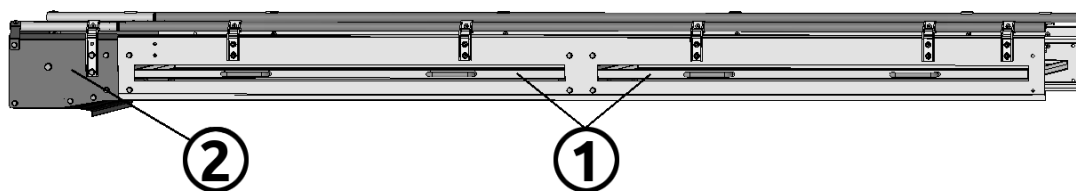

Рисунок 5.8
В зоне клеточных батарей устанавливается открытая секция (рис. 5.8). Такая секция имеет выдвижные лотки (1), в которых собирается мусор.